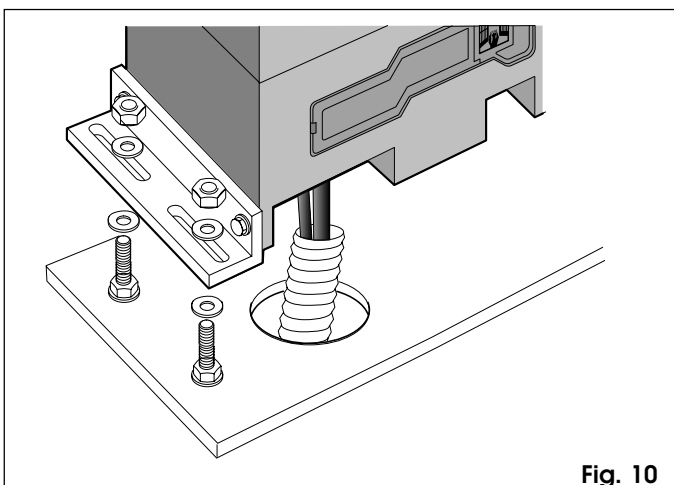

Fig. 10
- 3) Coloquen el operador sobre la placa utilizando las arandelas y las tuercas en dotación como muestra la Fig.10.